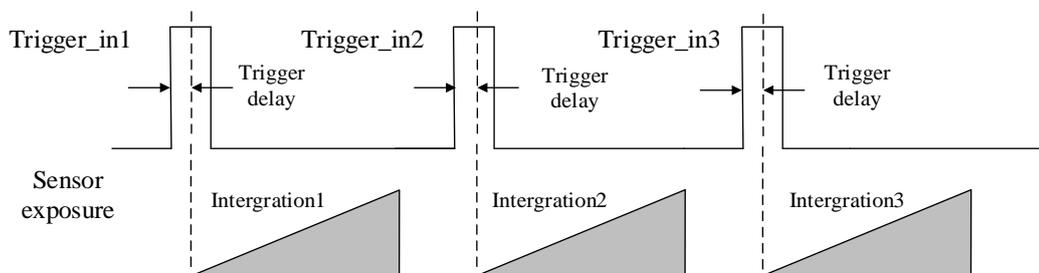

图3-26 信号延迟原理
3. 根据实际需求设置触发延迟时间, 单位为  $\mu\text{s}$ , 默认为 0, 即接收输入信号后立即触发设备采图。关于触发延迟的原理, 如图 3-26 所示。